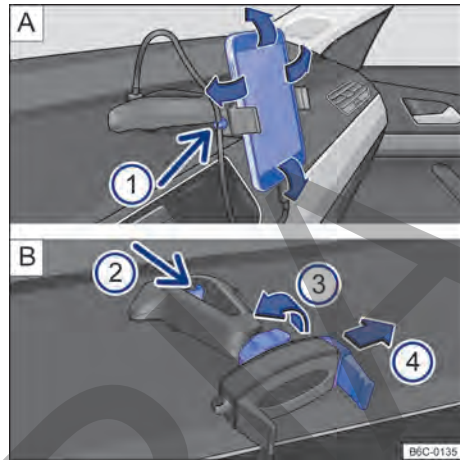

Fig. 193 En la consola central: soporte para teléfono celular y ajustes.
- Sujetar el soporte con una mano y presionar la tecla de desbloqueo → fig. 193 B ② (flecha).
- Con la varilla → fig. 193 B ④ mover en la dirección de la flecha, e instalar el teléfono celular en el alojamiento.
- Con la otra mano mover la varilla → fig. 193 B ④ hasta que se pueda retirar el aparato del alojamiento.
- Colocar el cable USB en la entrada cargador USB del soporte existente en el tablero de instrumentos → fig. 193 **A**.
- Sujetar el cable en el soporte → fig. 193 **A** **1**.
- Para liberar el movimiento del soporte, girar la traba → fig. 193 **B** **3** en la dirección opuesta de la flecha.
- Para fijar la posición, girar la traba en el sentido de la flecha **3** → fig. 193 **B** hasta la fijación completa del soporte.
El soporte para teléfono celular tiene una garantía de 3 años, con excepción de la varilla deslizante (garra) → fig. 193  ④ que tiene garantía de **1 año**.